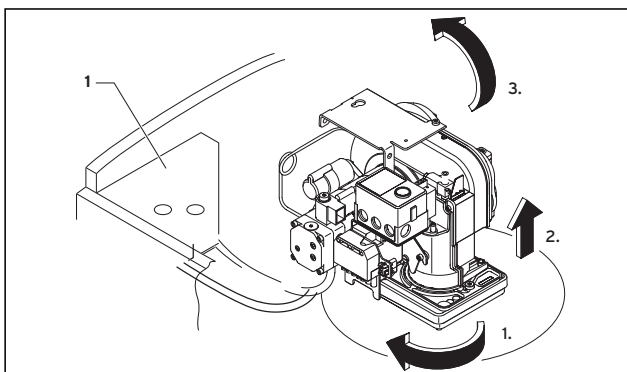

Abb. 7.4 Brenner lösen und herausziehen
- Drehen Sie den Brenner um 180° um die Gebläsemotorachse und deponieren Sie ihn in der Ablageposition (siehe Abb. 7.4) auf der Halteplattform (1) im hinteren Bereich des Geräts.